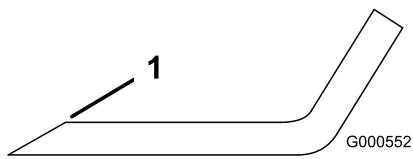
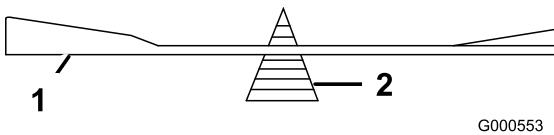

Figure 57
Figure 58
1. Au moyen d'une lime, aiguisez les tranchants aux deux extrémités de la lame (Figure 57) Veillez à conserver l'angle de coupe d'origine. Limez la même quantité de métal sur chacun des deux tranchants pour ne pas déséquilibrer la lame.
2. Vérifiez l'équilibre de la lame en la plaçant sur un équilibrEUR (Figure 58). Si la lame reste horizontale, elle est équilibrée et peut être utilisée. Si la lame est déséquilibrée, limez un peu l'extrémité de la partie relevée seulement (Figure 57). Répétez la procédure jusqu'à ce que la lame soit équilibrée.